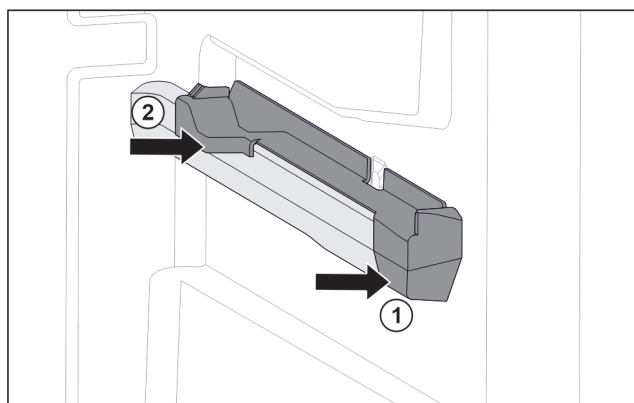

Fig. 54 右侧容器肋梁上的插装件
- ▶ 将插装件前部放到容器肋梁上。Fig. 54 (1)
- ▶ 压紧插装件后部。Fig. 54 (2)